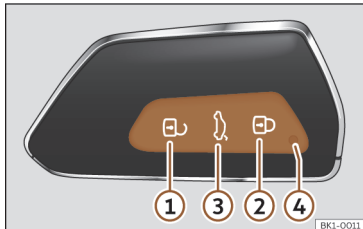

Abb. 64 Fahrzeugschlüssel für das Fahrzeug.
Durch kurzes Drücken einer Taste auf dem Fahrzeugschlüssel blinkt die Kontrollleuchte ④ >>> (Abb. 64) einmal kurz, bei längerem Drücken blinkt diese jedoch mehrere Male, z. B. beim Komfortöffnen.